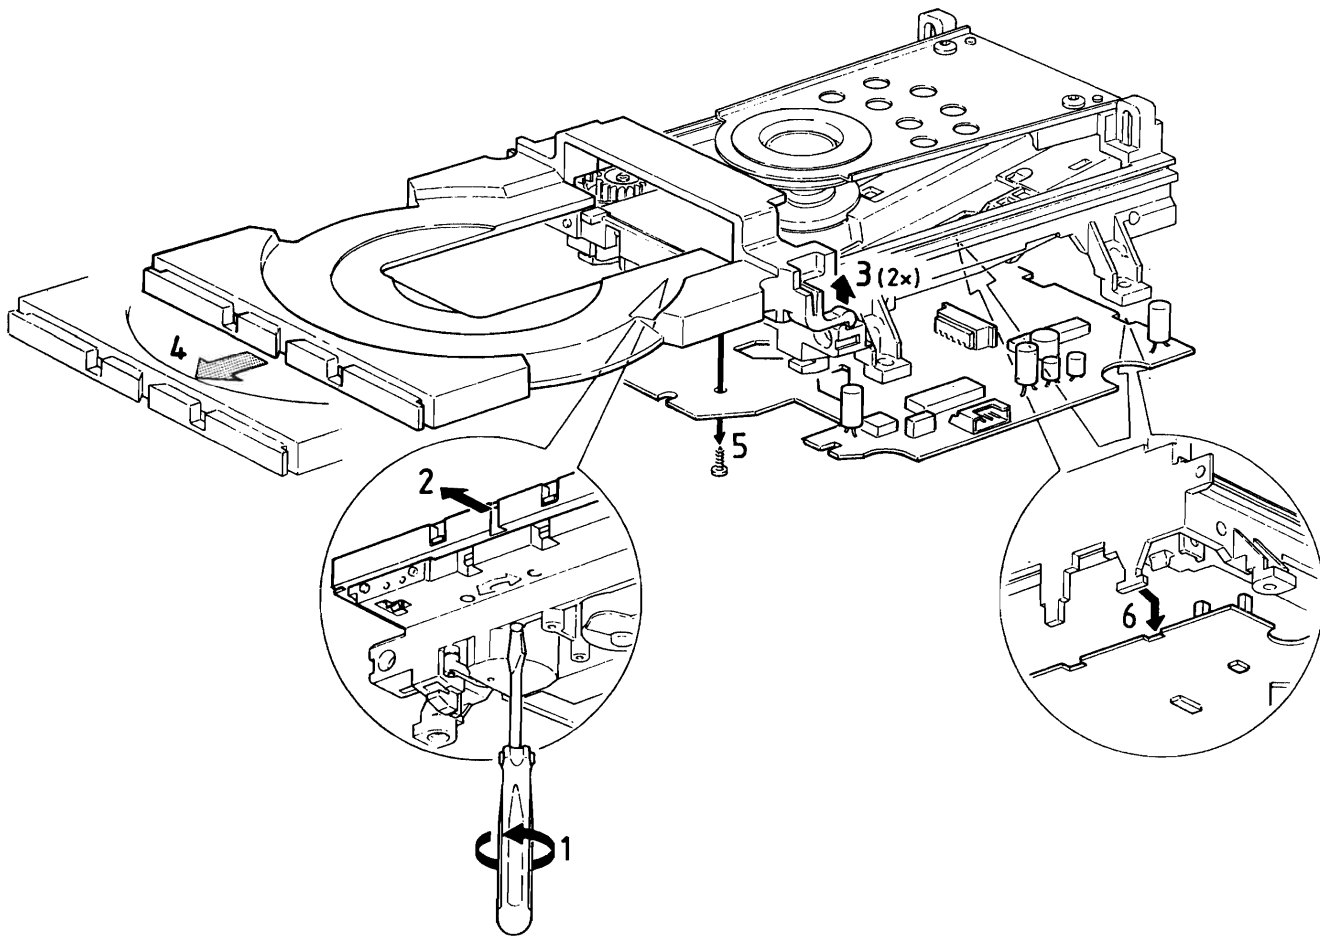

Fig. 1
Se a bandeja não funcionar, use uma pequena chave de fenda, como mostrado na Fig. 1, item 1 para mover a bandeja para fora. Após o primeiro centímetro será possível puxar a bandeja para fora com a mão.
- 1) Gire a engrenagem (g) no sentido horário até a sua posição de fim de curso (use uma pequena chave de fenda, como mostrado na Fig. 1, item 1). A bandeja deverá se movimentar primeiro para a sua posição interna e então o mecanismo do CD deverá mover-se para a sua posição superior.